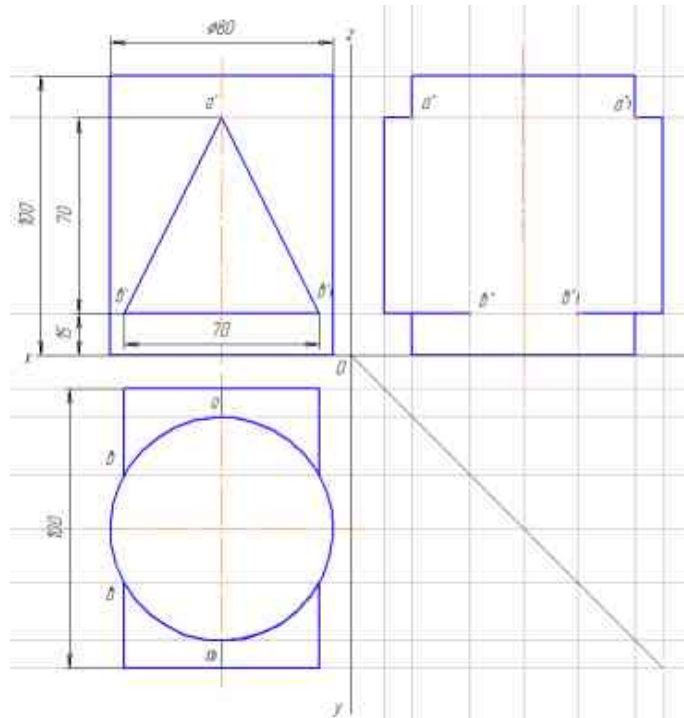

Рис.2
3. Построить и обозначить все опорные точки рис.2.